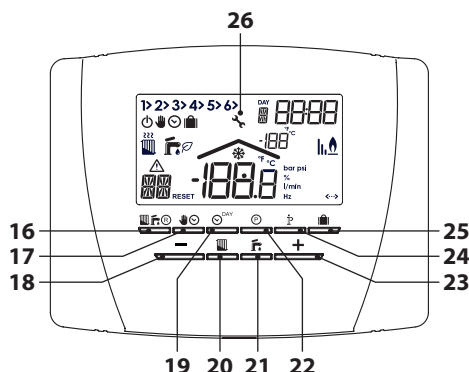

Figura 2.6
- Premere il tasto 16 (Figura 2.6) fino a visualiz-